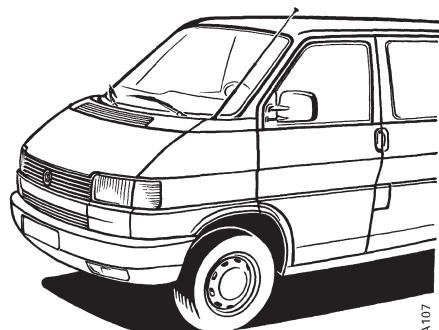

Fig. 1
- Den Halter **A** bei Bus / Transportern bis 12.95 verwenden (Fig. 1, 4a und 5a).
- In the case of bus / transporters, use bracket **A** until 12.95 (Fig. 1, 4a and 5a).
- Utiliser le support **A** pour les bus et camionnettes jusqu'à décembre 95 (Fig. 1, 4a et 5a).